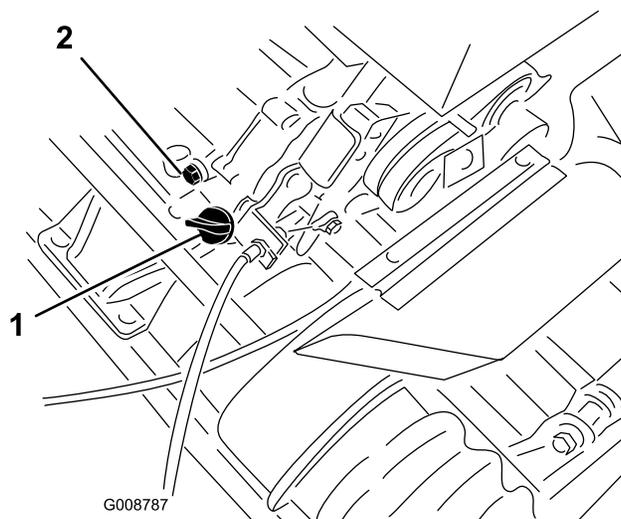

Рисунок 26
1. Установите газонокосилку так, чтобы двигатель располагался горизонтально, и очистите зону вокруг масломерного щупа (Рисунок 26).
2. Поместите сливной поддон под сливную пробку в задней части машины (Рисунок 26).